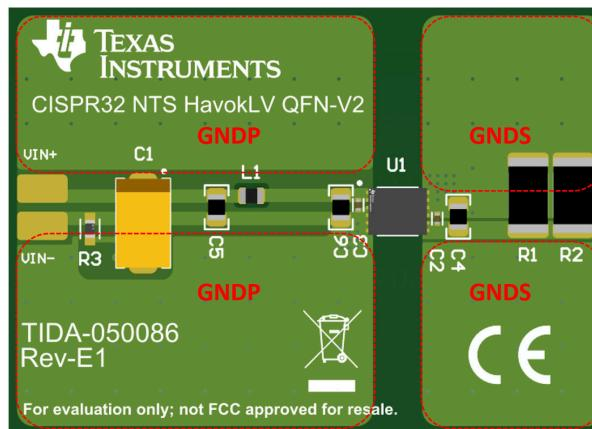

図 2-7. UCC33420 CISPR32 レイアウト
- 内蔵トランジスから H 磁界が得られるため、RE を通過させるにはデバイスの両側にグランドプレーンを配置することが非常に重要です。デバイスのグランドピンを両側に接続するために使用する場合、グランドプレーンはスイッチングループのリターン側で低インピーダンスになります。さらに、これらのプレーンはファラデー シールドとして機能し、トランジスからの H 磁界を軽減します。**図 2-7** に、PCB アセンブリの画像を示します。